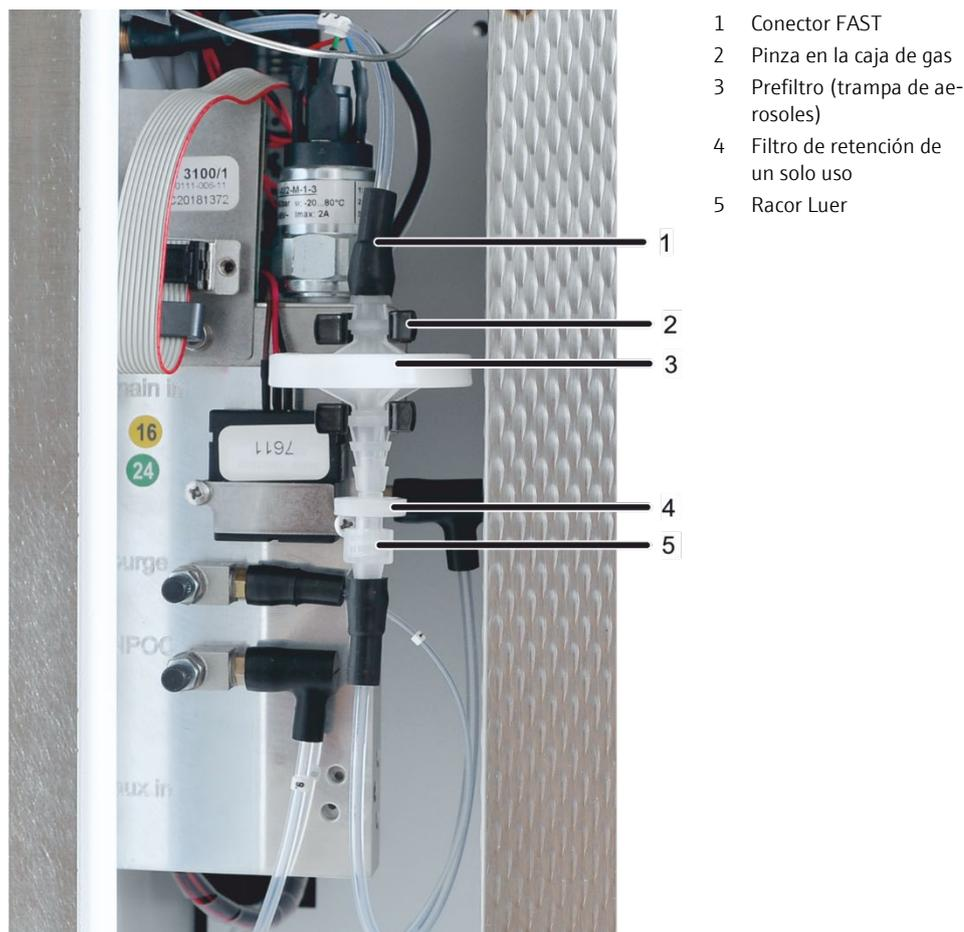

Fig. 1 Trampas de agua en el interior del aparato, pared lateral izquierda abierta
4. Extraiga las trampas de agua de las dos pinzas de la caja de gas (2 en Fig. 1).
5. Extraiga el conector FAST (1) de la trampa de agua grande.